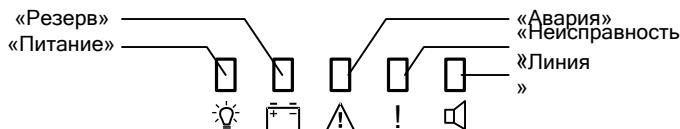

Рисунок 1
1.4.6 Индикация режимов работы блока осуществляется посредством пяти индикаторов (см. Рис. 1) и встроенного звукового сигнализатора.
1.4.13 Режим «Определение состояния АС» служит для проверки функционирования АС. Для перевода блока в режим «Определение состояния АС» необходимо на датчике вскрытия корпуса набрать специальную кодовую комбинацию (одно длинное-три коротких нажатия-одно длинное). Блок переходит в режим «Определение состояния АС» и индикатор «Линия» (см. Рисунок 1) начинает часто мигать, после чего производится контроль и сохранение сопротивления нагрузки линии оповещения. Если при контроле сопротивление нагрузки  $< 3$  Ом или  $> 21$  Ом, выход будет находиться в состоянии «К3» или «Обрыв» соответственно.